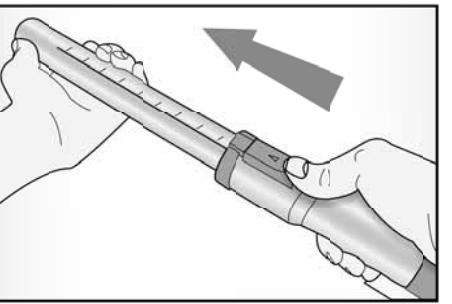

Fig. 4
Una volta inserito l'accessorio, è possibile estendere il tubo telescopico agendo sulla relativa leva a scatto (FIG. 4) fino alla lunghezza desiderata. Rilasciare la leva per fermarlo nella posizione desiderata.
- Spingere il dispositivo di scorrimento (O) in avanti ed estrarre la parte inferiore del tubo fino alla lunghezza desiderata (Fig. 4). Nel caso si voglia accorciare procedere in senso opposto.